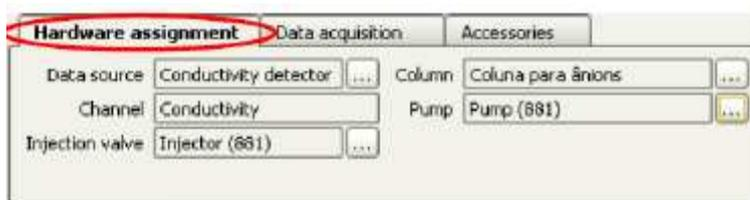

Figura 10.4 – Janela do software Magic Net IC.
- Para escolher os parâmetros a seguir, clicar em “(...)”, Figura 10.4.